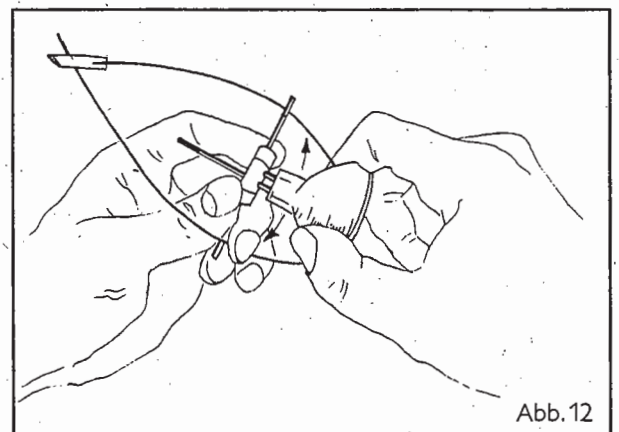

Abb. 12
1. Stecken Sie die beiden Stifte des Reflektors in die geschlitzten Hülsen der Fassung. Halten Sie dabei den Reflektor fest in der Hand und überwinden Sie den Widerstand der Hülsen durch leichtes Pendeln des Reflektors (Abb. 12). Schieben Sie die Stifte des Reflektors in die Hülsen, bis ein fester Sitz und guter Kontakt gewährleistet sind.